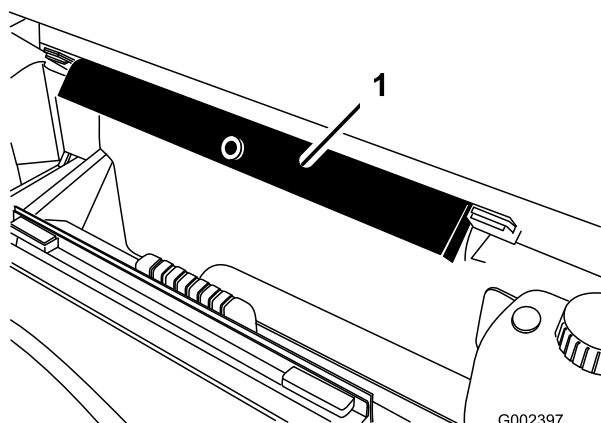

Figura 1
- B. Staccate il supporto del pianale dalle staffe su cui è riposto, sulla parte posteriore del pannello del sistema ROPS (*Figura 1*).
2. Inserite il supporto del pianale nelle staffe sulla parte posteriore del pannello ROPS (Figura 1); fate riferimento a Preparazione all'installazione del kit.